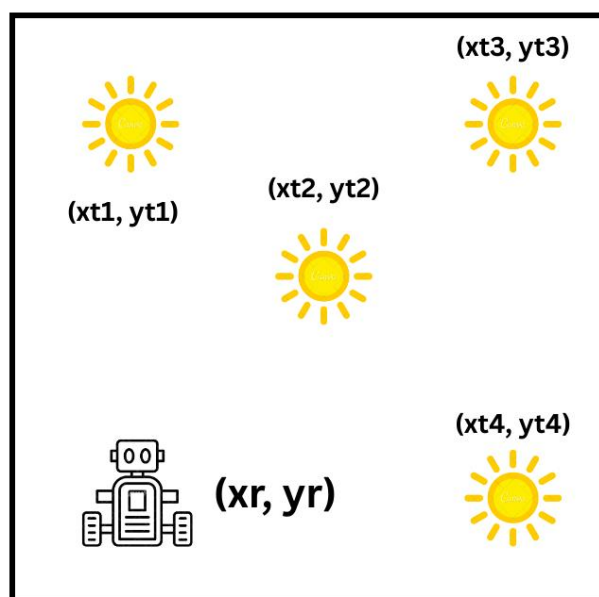

Figura 2: Trajetória desejada para o robô.
- B. Uma vez finalizado o ponto A, expanda o algoritmo para que o robô consiga realizar o seguimento de uma trajetória como é apresentado na figura 2: